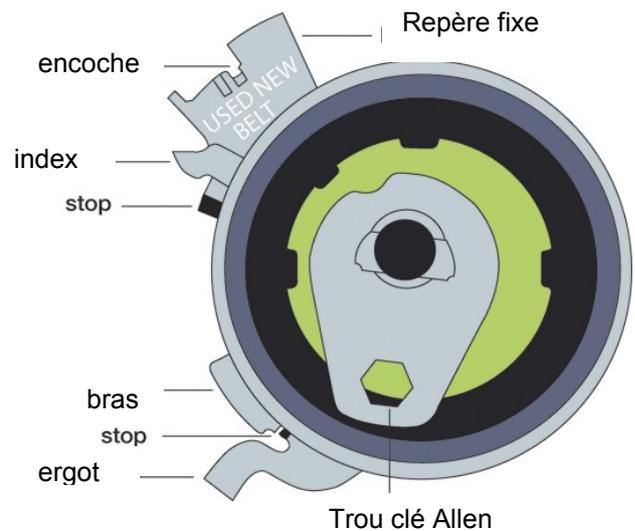

Fig. 1
6. Installer le nouveau tendeur, serrer la vis manuellement. L'ergot du tendeur doit se trouver à l'emplacement de la pompe à huile. (l'index du tendeur doit se positionner derrière la poulie de pompe à eau). Le trou de la clé Allen doit être mis dans la position +/- 7 heures (fig. 1).